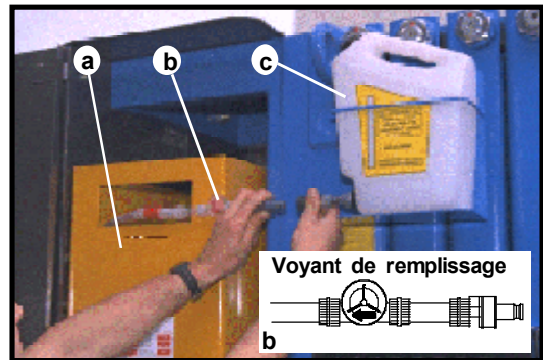

Fig. 2 - Bac batteries traction et dispositif de remplissage automatique.
- L'appareil est doté d'un bac de batteries traction et d'un dispositif de remplissage automatique. (Fig.2)